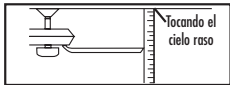
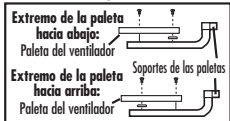

Figura 1
Figura 2
4. La mayoría de los problemas de oscilación del ventilador ocurren cuando los niveles de las paletas no son iguales. Compruebe este nivel seleccionando un punto en el cielorraso sobre el extremo de una de las paletas. Mida la distancia como se muestra en la Figura 1. Manteniendo la medición con un margen de 3 mm, gire el ventilador hasta que la próxima paleta esté colocada en el sitio para la medición. Repita el procedimiento para cada paleta. Si los niveles de las paletas son diferentes, puede ajustar los niveles de las paletas usando el siguiente procedimiento: Para ajustar hacia abajo el extremo de una paleta, inserte una arandela (no incluida) entre la paleta y el soporte de la misma en el tornillo más cercano al motor (Figura 2). Para ajustar hacia arriba el extremo de una paleta, inserte una arandela (no incluida) entre la paleta y el soporte de la misma en los dos tornillos más alejados del motor (Figura 2).